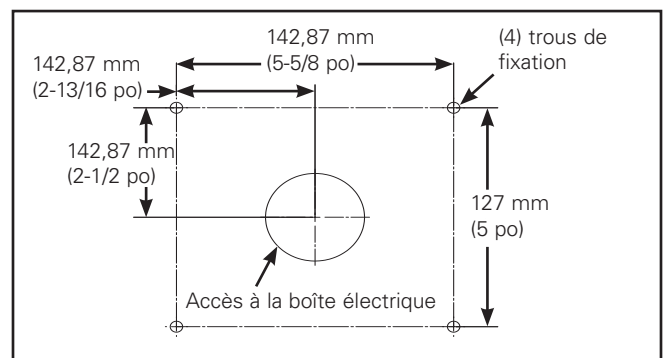

Figure 3.
**Remarque:** Tracez l'emplacement des trous à l'aide des dimensions de perçage (Figure 3). **N'UTILISEZ PAS** le boîtier arrière comme guide de perçage. Percez les quatre trous dans la surface du mur. Fixez le boîtier arrière au mur avec des dispositifs d'ancrage, des rondelles et des tirefonds de 6,35 mm (1/4 po) (non fournis). Le diamètre maximal autorisé est de 6,35 mm (1/4 po) pour les tirefonds. L'installateur doit appliquer du joint en silicone tout autour du boîtier arrière, sur la zone correspondant à la surface d'installation. Cela permet d'obtenir une étanchéité entre la surface d'installation et le boîtier arrière.